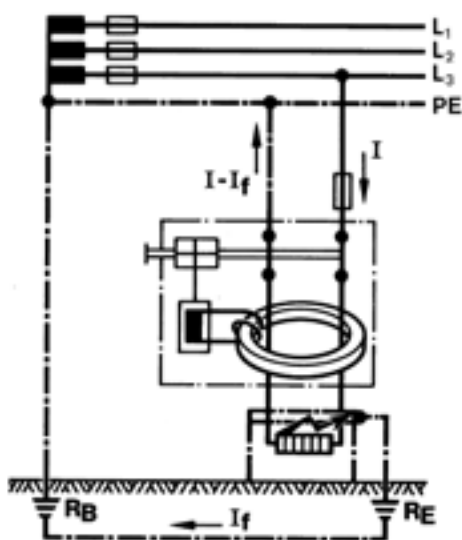
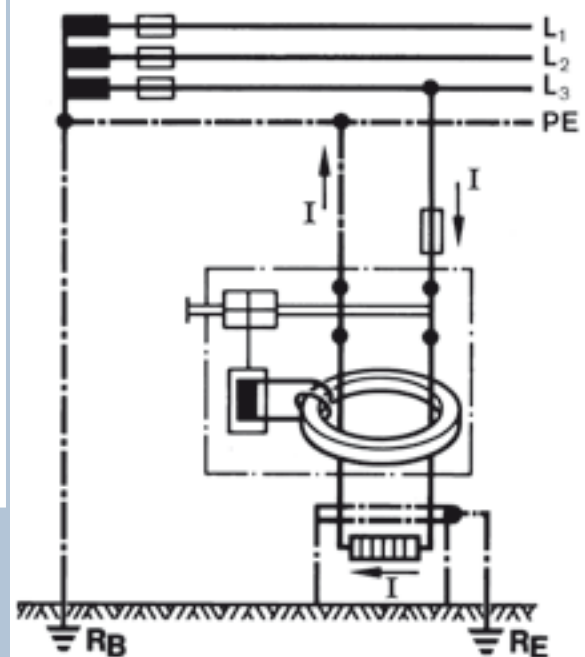

Рис. 5
Рис. 7
Дополнительно можно применить схему защиты от аварийного тока (FI), см. рис. 5 (для простоты изображена схема для однофазного тока). Защитный выключатель FI получает свой импульс от трансформатора тока, через который протягиваются все провода, включая нулевой. Вторичная обмотка трансформатора тока подает оперативный ток для катушки реле защитного выключателя FI. Проходящие через трансформатор тока провода создают в его сердечнике переменное магнитное поле, если сумма всех токов не приводит к их взаимному уничтожению (рис. 7).
В исправном состоянии защитного выключателя FI притекающий к потребителю ток по силе в точности соответствует оттекающему. В результате токи взаимно уничтожают друг друга. Индукция на вторичную обмотку трансформатора тока не возникает, так что катушка реле защитного выключателя FI остается обесточенной (рис. 5).
В исправном состоянии защитного выключателя FI через землю оттекает аварийный ток; в трансформаторе тока не все токи взаимно уничтожаются, поэтому возникает индукция. На вторичной стороне трансформатора наводится напряжение. Катушка реле защитного выключателя FI срабатывает (рис. 7).